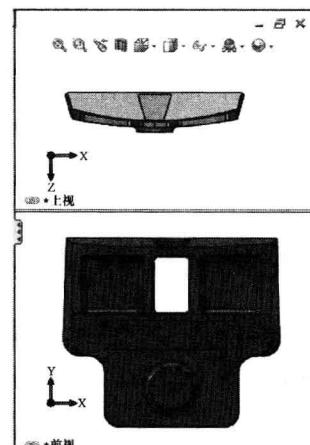

图 1-12
- (2) 两视图——水平 以水平方式显示前视图和俯视图，如图 1-12 所示。